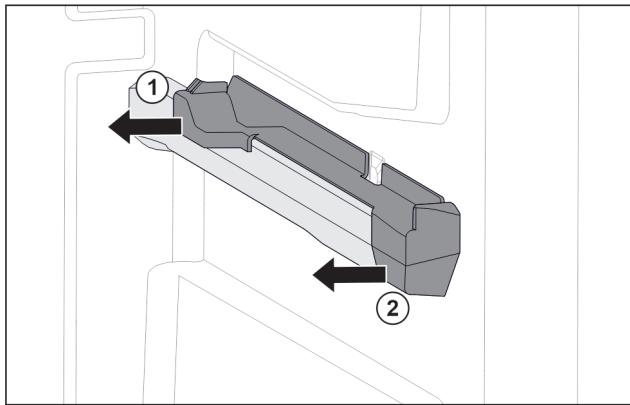

Fig. 28 Násuvný diel na pravom rebre nádoby
- Stiahnite násuvný diel vzadu do strany. Fig. 28 (1)
- Stiahnite násuvný diel vpredú do strany. Fig. 28 (2)